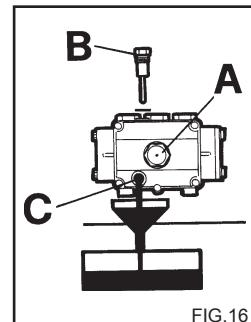

FIG.16
1) Skruva ur dränerings-pluggen som är placerad under pumpen (fig. 16 C).
2) Skruva ur locket med olje-stickan (fig. 16).